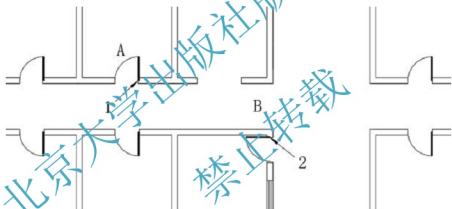

图 2.95 旋转 B 门
- ② 在**选择对象**:提示下,选择 B 门,此时该门变虚,按 Enter 键进入下一步命令。
- ③ 在**指定基点**:提示下,选择 2 点作为 B 门旋转的基点。
- ④ 在**指定旋转角度,或 [复制(C)/参照(R)]**:提示下,输入“90”,按 Enter 键结束命令,结果如图 2.95 所示。